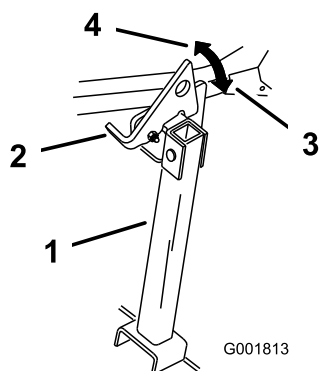

Figure 43
2. Relevez le verrou en position déverrouillée (Figure 43).